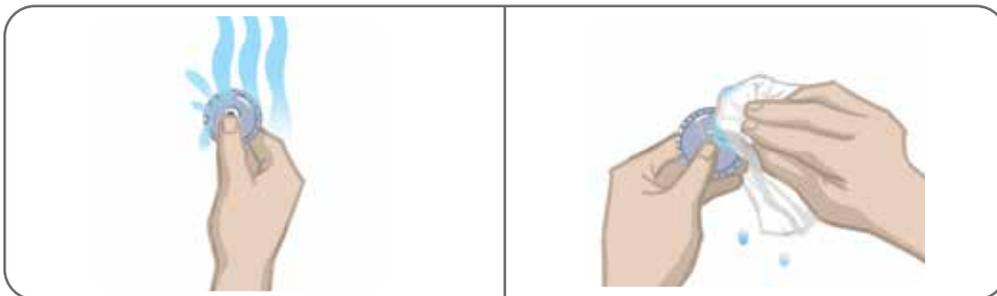

Ilustración 11-5: Cómo humedecer y eliminar el exceso de agua
4. Humedezca los Electrodo Round Cloth con agua corriente hasta que estén empapados. Consulte la ilustración 11-5.
5. Utilice un paño y limpie o seque con cuidado el exceso de agua del reverso (lado del broche) de los electrodos. Consulte la ilustración 11-5.